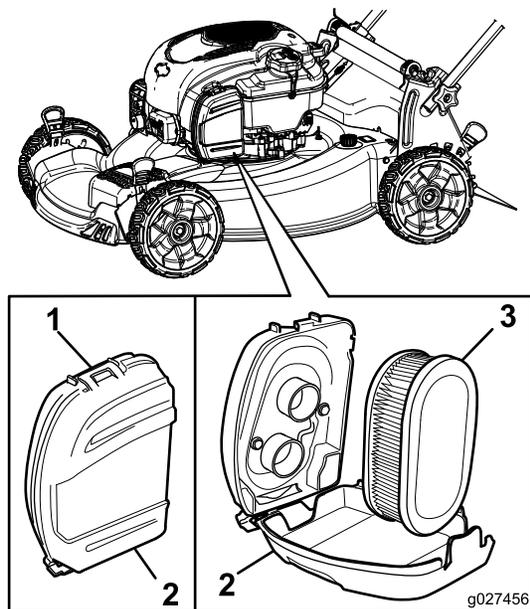

図 30
1. エアフィルタカバー上部のクリップを外す 図 30。
2. エアフィルタを取り外す (図 30)。